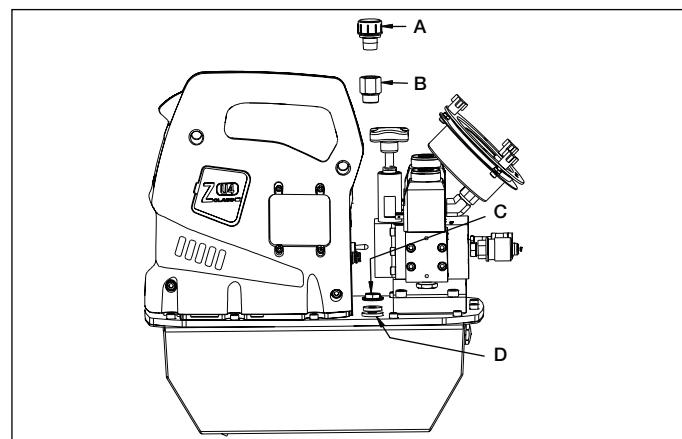
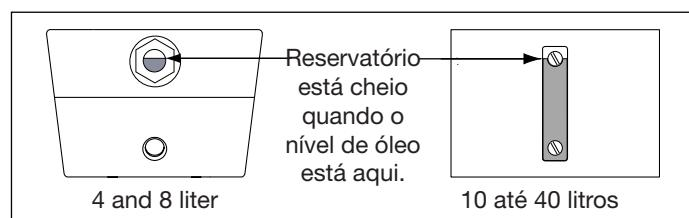

Figura 2, ZU4 - Instalação do Respiro
Figura 4, Visor de Vidro
#### 4.1 Tampa de Respiro do Reservatório (ver Figura 2)
Verifique o nível de óleo da bomba antes de acionar a bomba, se necessário adicione óleo, removendo o bujão SAE #10 da tampa do reservatório (ver Figura 2). O reservatório está cheio quando o nível de óleo está conforme mostrado na Figura 4.
- Encha o reservatório com óleo hidráulico Enerpac limpo. O reservatório está cheio quando o nível de óleo está conforme mostrado na Figura 4.